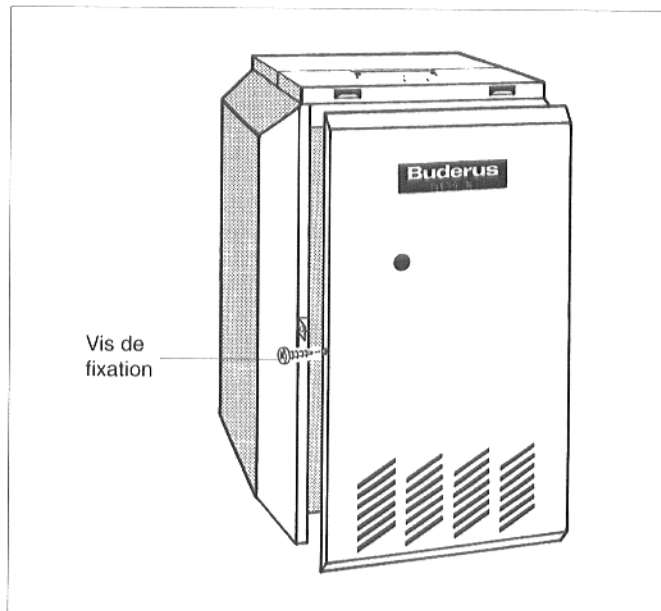

Fig. 7 : retirer le panneau de façade de la chaudière
- Dévisser les vis de fixation vissées dans les panneaux latéraux gauche et droit (fig. 7).
- Soulever le panneau de façade et le retirer en le tirant vers l'avant (fig. 7).